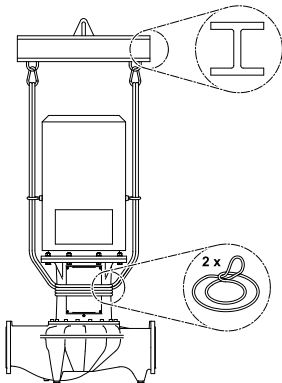

Fig. 32: Positionnement des élingues de charge (version IL)
- Pour la soulever à l'aide de la grue, la pompe doit être entourée de courroies appropriées comme illustré à la Fig. 32/33. Placer la pompe dans des boucles se resserrant sous l'effet du poids propre de la pompe.